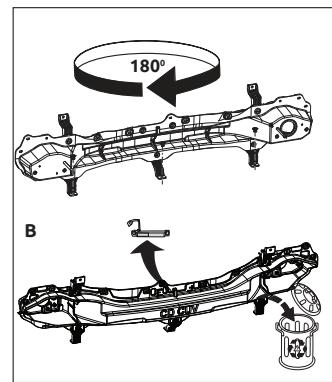

Fig. 3
9. Снять буферный брус. Переместите датчик если имеется. См. рисунок 3.